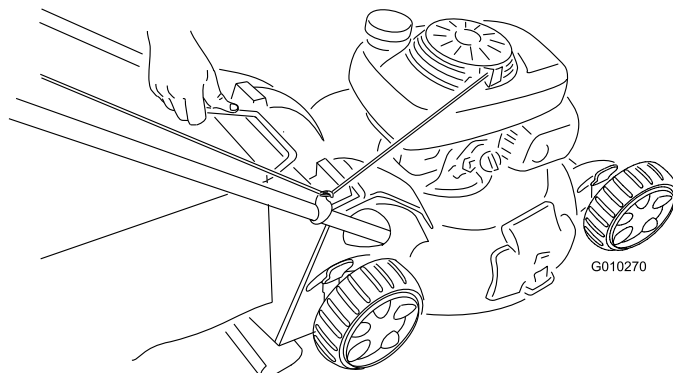

Рисунок 32
2. Поднимите ручку мешка для травы из канавок около верха газонокосилки и снимите мешок с газонокосилки (Рисунок 32).